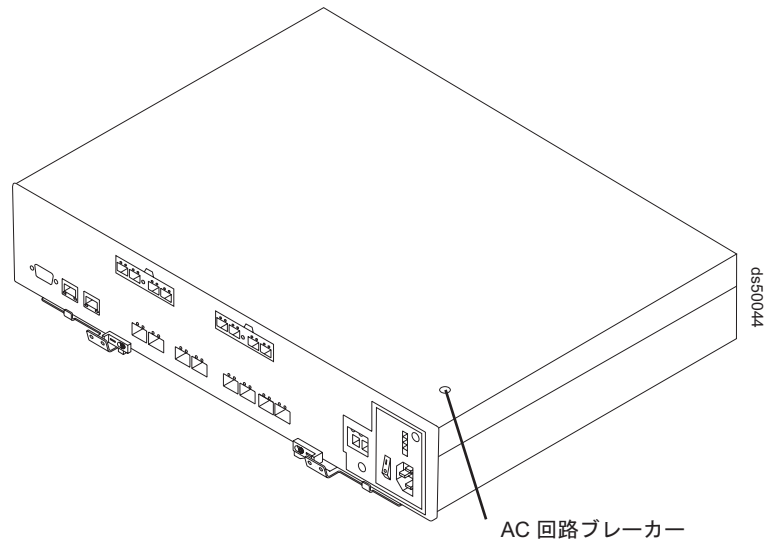

図 102. 回路ブレーカーのアクセス・ホール
8. コントローラーのカバーにある該当の穴を通して非導電性スタイラスを差し込み、静かに下に押します。 183 ページの図 102 は、コントローラー B のカバーにある回路ブレーカーのアクセス・ホールを示します。
注: コントローラー A および B がコントローラー・スロットに挿入されると、回路ブレーカーのアクセス・ホールの位置は、以下のようになります。コントローラー A で、回路ブレーカーのアクセス・ホールは、コントローラーの下部の左側にあります。コントローラー B で、回路ブレーカーのアクセス・ホールは、(183 ページの図 102 に示されているとおり)、コントローラーの上部の右側にあります。